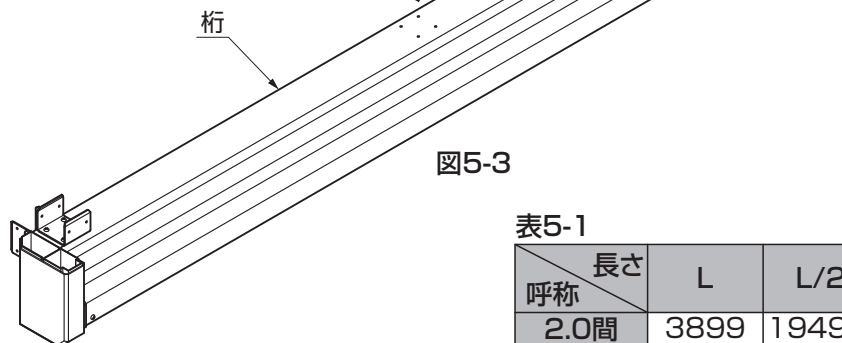

図5-3
②桁に柱桁金具を【2-1】で取付けてください。(図5-3参照)